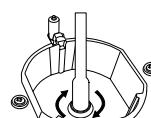

Abb. 3
4. Lösen Sie die Düse mit dem Schraubenzieher, wie in abbildung 3 dargestellt und ersetzen Sie es mit einem Neuen.